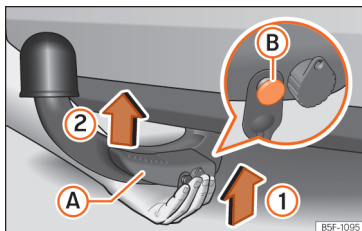

Abb. 255 Anbringen abnehmbaren Kugelkopf/Entriegelungsbolzen im entfalteten Zustand
- Den abnehmbaren Kugelkopf **von unten** » Abb. 255 halten und der Richtung von Pfeil
① folgend in die Hakenaufnahme einsetzen, bis er hörbar einrastet » » ⚠.